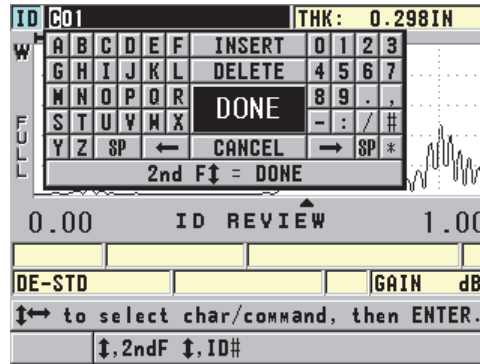

Figura 6-37 Editar ID# no modo de edição
4. Pressione **[2nd F]**, **[FILE]** (ID#) novamente e edite o valor da ID (ver Figura 6-37 na página 132).